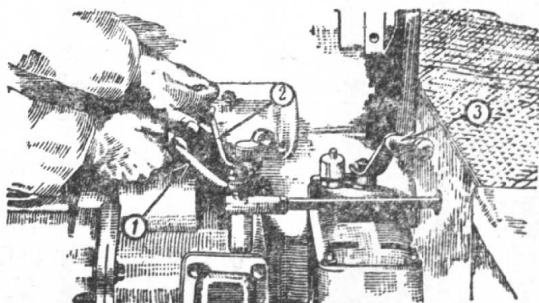

图7 起动发动机离合器、连接机构及变速器拉杆
17. 將连接机构拉杆拉向自己一方，使连接齿輪与飞輪的环齿相连接（图7）。